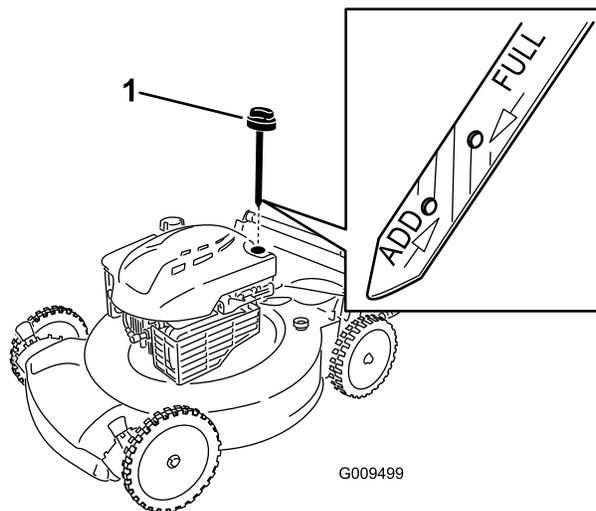

Рисунок 23
3. Извлеките масломерный шпун (Рисунок 23).
10. Определите уровень масла по отметкам на щупе (Рисунок 23).